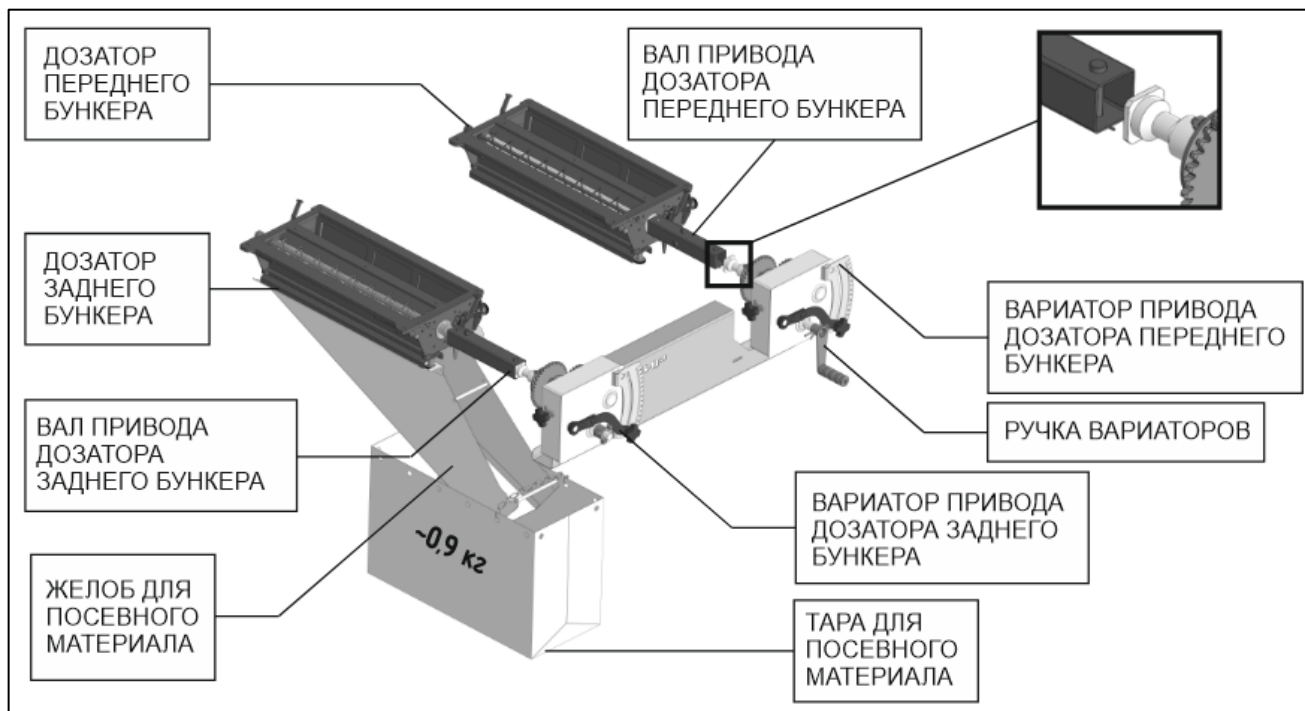

Рисунок 12 – Дозирующая система бункера с вариаторами «SELECT GEARBOX»
Установка нормы высева производится с помощью вариаторов, рис. 12.
Имитация хода 50 м – 67 оборотов ручки вариатора, рис. 12.
3. Отсоединить неиспользуемый дозатор от кинематики – снять приводной вал дозатора (рис. 12).
– Приступая к севу посевного материала другого вида, а также при изменении плотности сева или при уменьшении частоты вращения турбины, необходимо выполнить пробный проход порядка 150-200 метров, остановить агрегат и поднять высевальные секции, не выключая турбину. Провернуть ручку привода кинематики на 3-4 оборота (рисунок 12), проконтролировав проходимость посевного материала на каждом сошнике. Поток зерна из патрубков должен прекратиться через 5-10 секунд. Чтобы избежать закупорки семяпроводов, необходимо правильно отрегулировать распределение воздушного потока и подобрать скорость вращения турбины. При этом воздушный поток должен полностью выдувать посевной материал из труб и шлангов, не позволяя ему скапливаться.